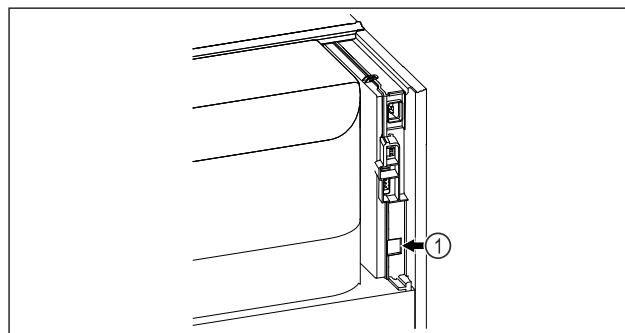

Fig. 138
- Je používán SmartModule Fig. 138 (1).